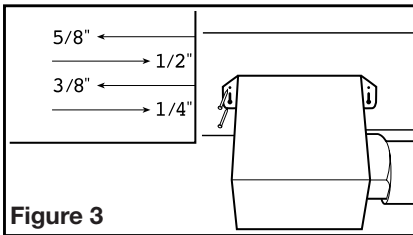
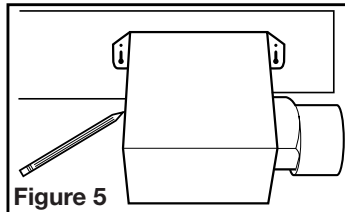

Figure 3
Figure 5
- Mounting Tab Installation:** Using the gauge on the fan's housing, line up housing so that it will be flush with the finished ceiling. Position the fan so that the tabs rest flat against the joist and secure with four nails (not provided) to ensure proper installation (**Figure 3**).
- Mounting Tab Installation:** Position housing against the joist and trace an outline of the housing onto the ceiling material (**Figure 5**). Set housing aside and cut opening, being careful not to cut or damage any electrical or other hidden utilities. Place housing next to the joist and insure that it is flush with the finished ceiling. Secure with four nails (not provided) to ensure proper installation (**Figure 3**).
- Installation des Onglets de Montage :** à l'aide des guides sur le châssis du ventilateur, aligner le châssis pour qu'il soit à effleurement avec le plafond fini. Positionner le ventilateur pour que les onglets reposent à plat contre la solive et fixer en place à l'aide de quatre (4) clous (non-compris) pour assurer une bonne installation (**Figure 3**).
- Installation des Onglets de montage :** positionner le châssis contre la solive et tracer un contour du châssis sur le matériau du plafond (**Figure 5**). Mettre le châssis de côté et découper l'ouverture, en prenant soin de ne pas couper de câble électrique dissimulé ou autre utilité. Placer le châssis près de la solive et vous assurer qu'il soit à effleurement avec le plafond fini. Fixer avec quatre (4) clous (non-compris) pour assurer une installation adéquate (**Figure 3**).